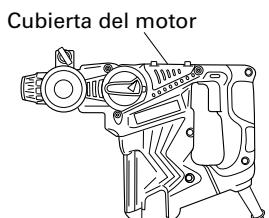

Fig. 24
- (1) Desmonte la cubierta del compartimiento del cigüeñal y límpie a fondo la grasa anterior que se encuentre en el mismo. (Fig. 24)